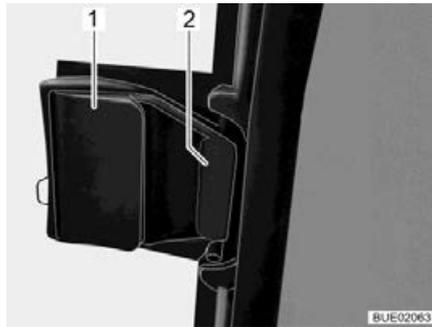

Bild 118 Schiebefenster, verriegelt
- Entriegelungselement (Bild 118,1) ziehen. Der Riegel (Bild 118,2) öffnet.